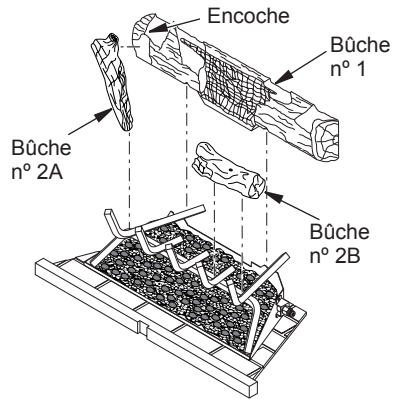

Figure 27 - Installation des bûches n° 1, n° 2A et n° 2B
1. Placez la grosse bûche arrière (bûche n° 1) sur la grille en vous assurant que les encoches reposent sur la grille (voir figure 27).
2. Insérez l'extrémité inférieure de la bûche n° 2A entre les deux premiers doigts de la grille et positionnez l'extrémité supérieure dans l'encoche à l'avant de la bûche n° 1. Voir figure 27. Placez la bûche n° 2B sur le côté avant droit de la grille, tel qu'illustré à la figure 27.